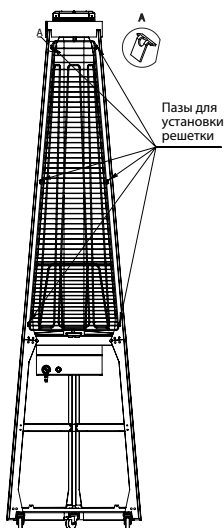

Рис. 8 – Установка решетки
- Установите в пазы верхних профилей решетки (Рис. 8).